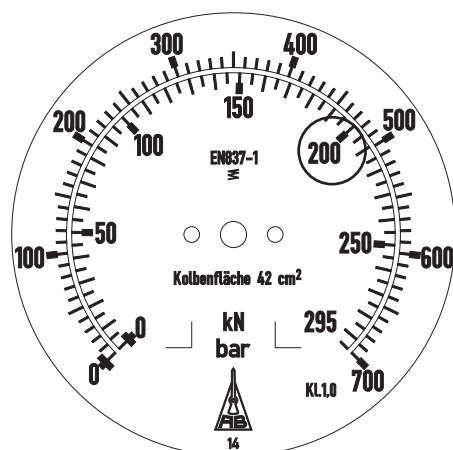

Fig. A5.04
4. Ruotare a mano il dado di regolazione (1.2) verso il basso in senso orario fino a quando poggia sulla piastra. (Fig. A5.04)